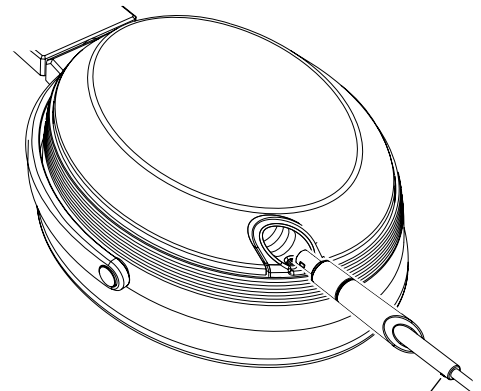

Abb. 2
- Führen Sie die Anschlussstecker der Hörmuscheln, wie in Abb. 2 gezeigt, in die dafür vorgesehenen Öffnungen ein.